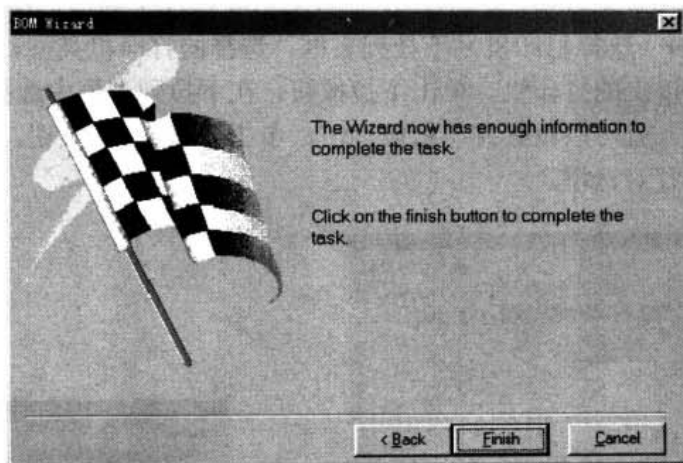

图 7-15 BOM Wizard 对话框之五
(6) 系统弹出 BOM Wizard 的最后一个对话框，如图 7-15 所示。